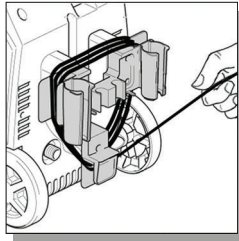

Fig. 22
- Envuelva el cable de alimentación alrededor del soporte para accesorios mediante la extensión de pestañas en el &Amp de 3:00; 9:00 y el cable de alimentación en forma de L titular/pestaña situada a la 6:00 de la posición (Fig. 22).